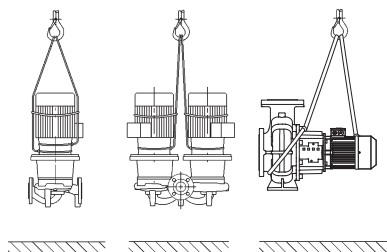

Fig. 6: Pumba teisaldamine
- Mootori küljes olevad transpordiaasad on ainult juhtimiseks koorma tõstmisel (Fig. 6).